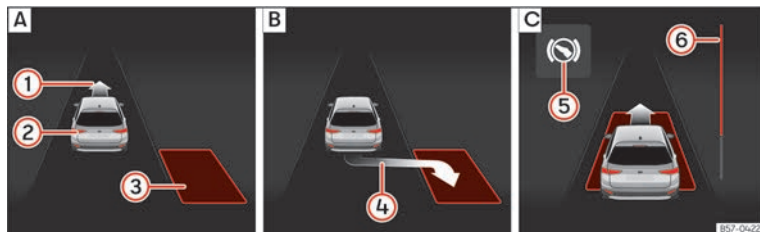
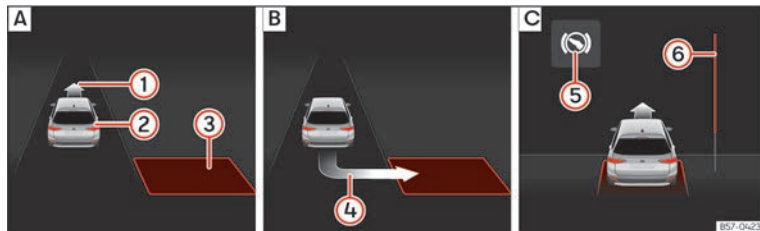

Abb. 126 Am Bildschirm des Kombi-Instruments: längs einparken. **A**: Parklücke suchen. **B**: Position zum Einparken. **C**: Rangieren.
Abb. 127 Am Bildschirm des Kombi-Instruments: quer einparken. **A**: Parklücke suchen. **B**: Position zum Einparken. **C**: Rangieren.
- Prüfen Sie anhand der Anzeige im Bildschirm des Kombi-Instruments, ob die Parklücke als „geeignet“ erkannt wurde und ob die korrekte Position zum Einparken » **(Abb. 126)** **B** oder
» **(Abb. 127)** **B** erreicht wurde. Die Parklücke wird als „geeignet“ betrachtet, wenn auf dem Bildschirm des Kombi-Instruments die Anzeige zum Einparken erscheint **④**.
- Fahren Sie rückwärts, bis das Dauertonsignal des ParkPilot ertönt; **ODER:** fahren Sie zurück, bis auf dem Bildschirm des Kombi-Instruments die Anzeige für Vorwärtsfahren »» (Abb. 126) ☐ oder »» (Abb. 127) ☐ erscheint; **ODER:** fahren Sie zurück, bis am Bildschirm des Kombi-Instruments die Meldung **Park Assist beendet** erscheint. Die Fortschrittsanzeige ⑥ zeigt den zurückzulegenden Abstand an.
- Fahren Sie vorwärts, bis das Dauertonsignal des ParkPilot ertönt; **ODER:** fahren Sie vorwärts, bis am Bildschirm des Kombi-Instruments die Anzeige zur Rückwärtsfahrt erscheint. Der Parklenkassistent lenkt das Fahrzeug so lange beim Vorwärts- und Rückwärtsfahren, bis das Fahrzeug gerade in der Parklücke steht »» (Abb. 126) ☐ bzw. »» (Abb. 127) ☐.
Die Fortschrittsanzeigen »» (Abb. 126) ⑥ und »» (Abb. 127) ⑥ am Bildschirm des Kombi-Instruments zeigt symbolisch die noch zu fahrende relative Fahrstrecke an. Je länger die Distanz ist, desto größer ist der Füllstand des Fortschrittsbalkens. Bei Vorwärtsfahrt nimmt die Füllung des Fortschrittsbalkens nach oben ab und bei Rückwärtsfahrt nimmt die Füllung des Fortschrittsbalkens nach unten ab.